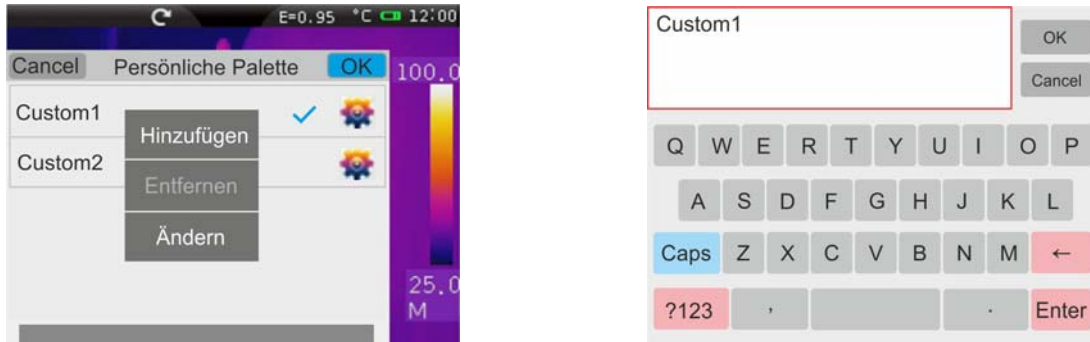

Abb. 49: Personalisierung vom Namen der Anwender-Palette
5. Berühren Sie **“Ändern”**, um den Namen der Palette zu ändern (Max 8 Ziffern). Eine interne virtuelle Tastatur wird vom Display angezeigt (siehe Abb. 49). Bestätigen Sie mit **“OK”**.